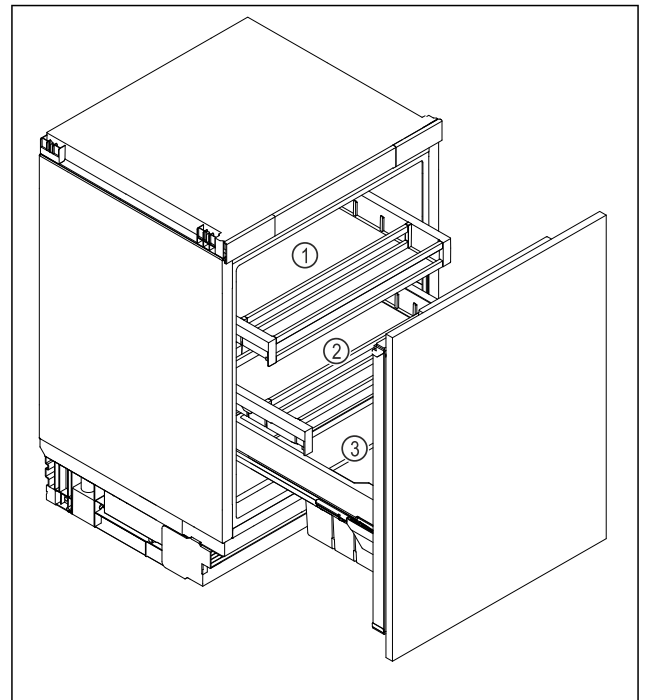

Fig. 6 Beispielhafte Darstellung
- Oberes Schubfach *Fig. 6 (1)*: Butter, Käse, Konserven und Tuben lagern.
- Unteres Schubfach *Fig. 6 (2)*: Leicht verderbliche Lebensmittel wie fertige Speisen, Fisch, Fleisch- und Wurstwaren lagern.
- Obst- und Gemüsebox *Fig. 6 (3)*: Verpacktes Obst und Gemüse lagern.
- Getränkefach *Fig. 6 (3)*: Einzelne Flaschen lagern.